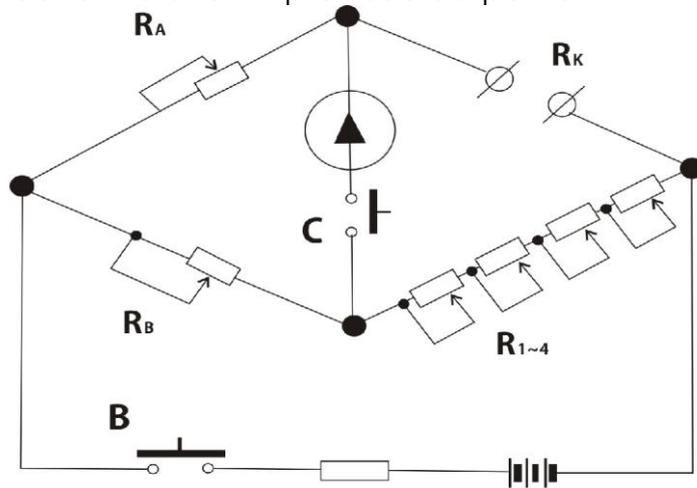

Figura 1
A Figura 1 representa o diagrama de princípio básico da ponte wheatstone. Consiste no braço de raio ( $R_A$  e  $R_B$ ), braço comparativo ( $R_1$ ,  $R_2$ ,  $R_3$ ,  $R_4$ ), GALVANÔMETRO (G) e fonte de energia (B). O braço comparativo é composto de quatro grupos de dez. A resistência de